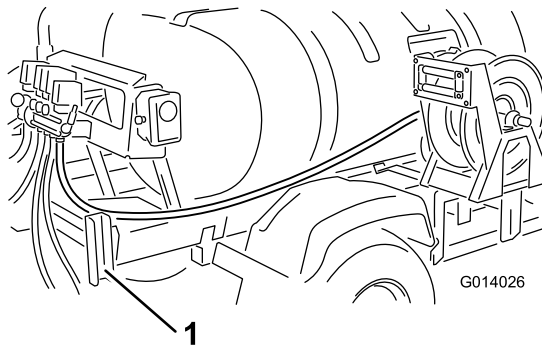

Рисунок 12
6. Проложите шланг назад, вдоль рамы бака на полозьях, внутри правого заднего крыла, внутри швеллера опоры стрелы (Рисунок 12).
7. Проложите шланг вокруг рамы-основания к клапану шлангового барабана, установленного ранее (Рисунок 12).